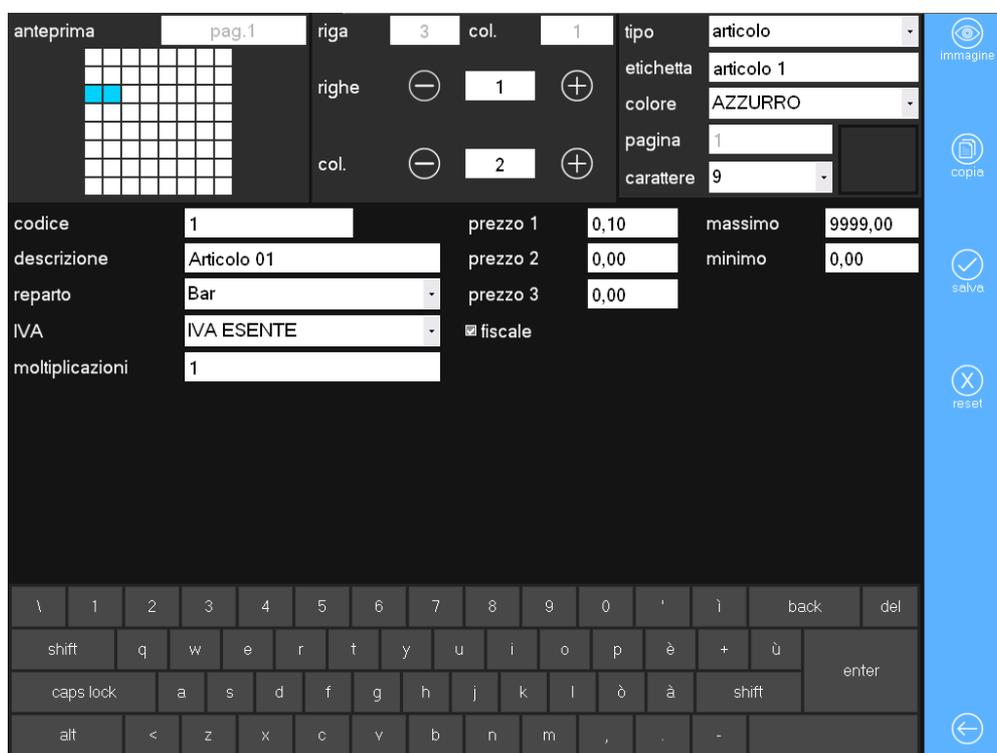

Figura 38: Inserimento tasto Articolo
4. Configurare i campi nella schermata di Figura 38.
- **Codice a barre:** è il Barcode associato all'Articolo. Mentre si inserisce del testo in questo campo, il sistema cerca nelle Anagrafiche già create un Articolo il cui Barcode corrisponda a quello inserito. Se esistono una o più corrispondenze, i campi della schermata di Figura 38 vengono riempiti automaticamente con i dati del primo Articolo trovato. Se invece in Anagrafica non esiste alcun Articolo corrispondente al Barcode inserito, ne sarà creato uno nuovo.